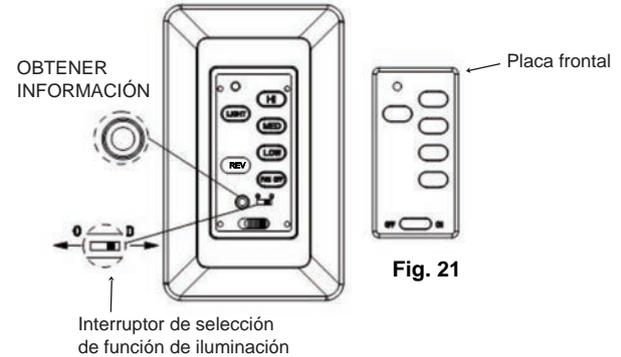

Fig. 21
ACTIVACIÓN DEL PROCESO DE OBTENER INFORMACIÓN (FIG. 21)
1. Utilice un destornillador plano pequeño y retire suavemente la placa frontal de la parte superior del transmisor de pared. (Fig. 21)
2. Una vez finalizada la instalación, encienda la CA y el INTERRUPTOR **OFF ON** estará en posición ON dentro de los 30 segundos, oprima el botón LEARN (OBTENER INFORMACIÓN) durante 3 segundos. El ventilador se encenderá a velocidad media y se encenderá la luz (si estuviera instalada). Esto confirma que la configuración de SINCRONIZACIÓN INTELIGENTE está activa y funciona de manera adecuada. (Fig. 21)
INTERRUPTOR DE SELECCIÓN DE FUNCIÓN DE ILUMINACIÓN (Fig. 21)